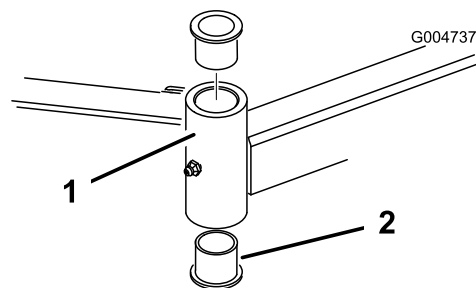

Figura 88
4. Introduza um punção para cavilhas na zona superior ou inferior do tubo de montagem e retire o casquilho para fora do tubo (Figura 88). Retire igualmente o outro casquilho do tubo. Limpe o interior dos tubos para remover a sujidade.